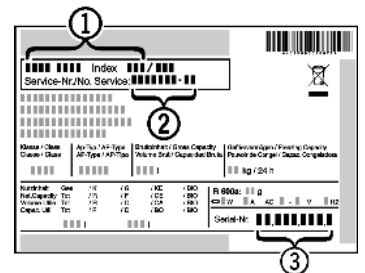

Fig. 7
- ▶ Odczytać z tabliczki znamionowej oznaczenie urządzenia *Fig. 7 (1)*, nr serwisowy *Fig. 7 (2)* oraz numer seryjny *Fig. 7 (3)*. Tabliczka znamionowa znajduje się po lewej stronie wewnątrz urządzenia.
- ▶ Poinformować serwis i podać opis zakłócenia, oznaczenie urządzenia *Fig. 7 (1)*, nr serwisowy *Fig. 7 (2)* oraz numer seryjny *Fig. 7 (3)*.